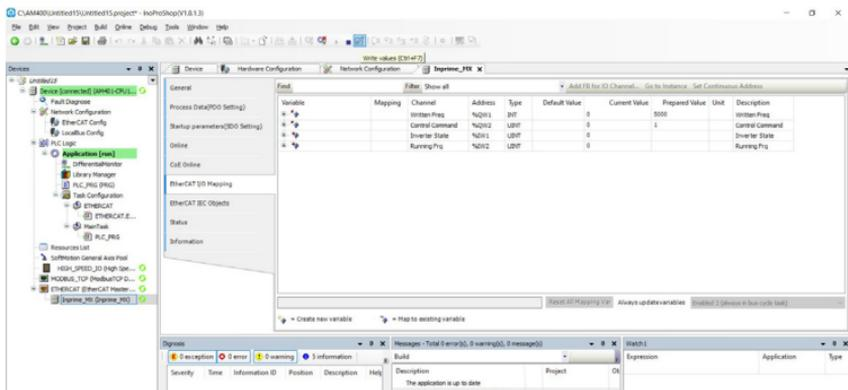

Рисунок 6.9 – Запись значений
8) В меню «Devices» выберите Inprime MX, откроется новое окно с вкладкой «EtherCAT I/O Mapping» (рис. 6.9). После ввода нужных значений запишите их при помощи «Write values».